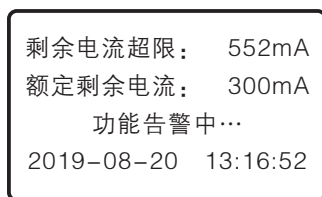

图7
- 剩余电流超限告警。出现当前剩余电流值超过设定的剩余电流告警值时，保护器自动显示告警参数，告警显示如图7所示。